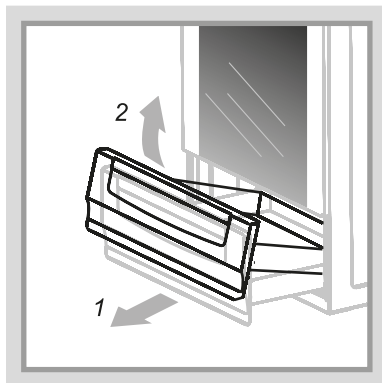

Рис. 10
- Как его достать, показано на рис. 10.